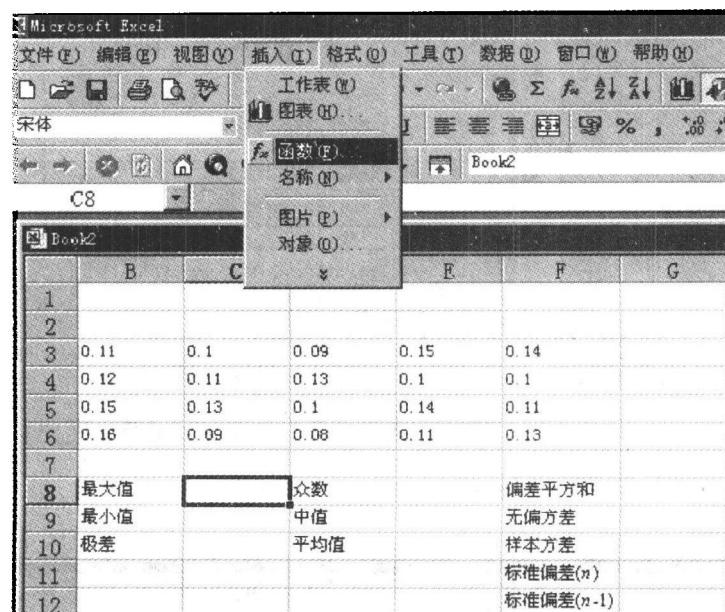

图 2-1 用 Excel 工作表计算数据特征的参数图
(1) 打开计算机,进入 Excel 工作表,将 20 个数据一一输入,并将所要计算的项目列入,见图 2-1。
(2) 先计算最大值。用鼠标选定准备写入最大值的 C8 处,点[插入]下拉菜单,并点[函数(F)],见图 2-1。